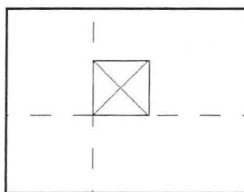

Fig. 15.62. Tegn med udgangspunkt i indsættelsespunktet.
- Tegn et kvadrat med størrelsen 45 x 45 mm med et kryds i midten, i forhold til indsættelsespunktet, så den er i nedderste venstre hjørne (Fig. 15.62).